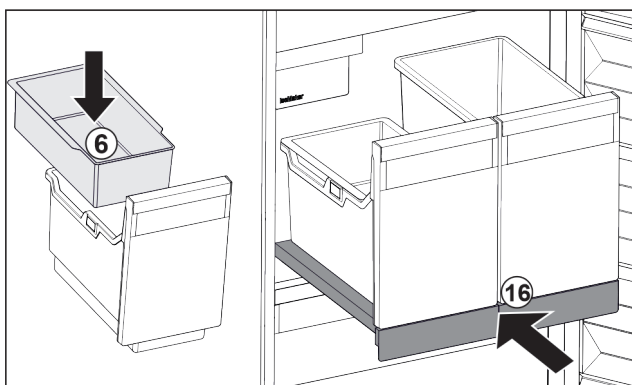

Fig. 40
- ▶ Inhangschaal Fig. 40 (6) voor ijsblokjes aanbrenen.
- ▶ Uitschuifplateau met bak (IceTower) er inschuiven. Fig. 40 (16)